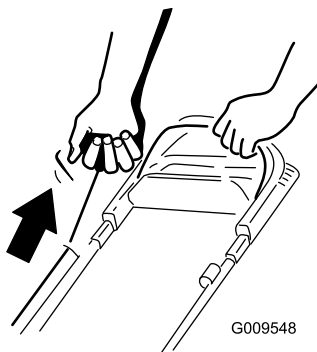

Bild 18
2. Ziehen Sie am Rücklaufstartergriff (Bild 18).
Hinweis: Ziehen Sie leicht am Rücklaufstartergriff, bis Sie einen Widerstand spüren. Ziehen Sie ihn dann kräftig durch (Bild 18). Lassen Sie das Seil langsam zum Holm zurücklaufen.